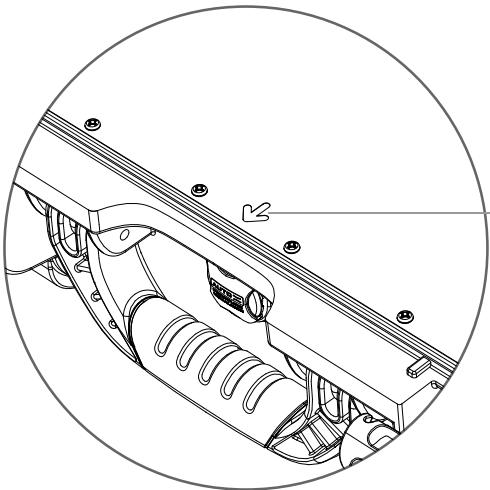

Fig. 1
3. Position the panel in the case with the gasket facing downwards and the arrow facing the top of the case (handle area). See Fig. 1
3. Placez le panneau dans la mallette, la face munie du joint vers le bas et la flèche pointant vers le haut (vers la poignée). Voir fig. 1
3. Coloque la placa en el estuche con la junta mirando hacia abajo y la flecha hacia la parte superior del estuche (área de la agarradera). Vea la Fig. 1